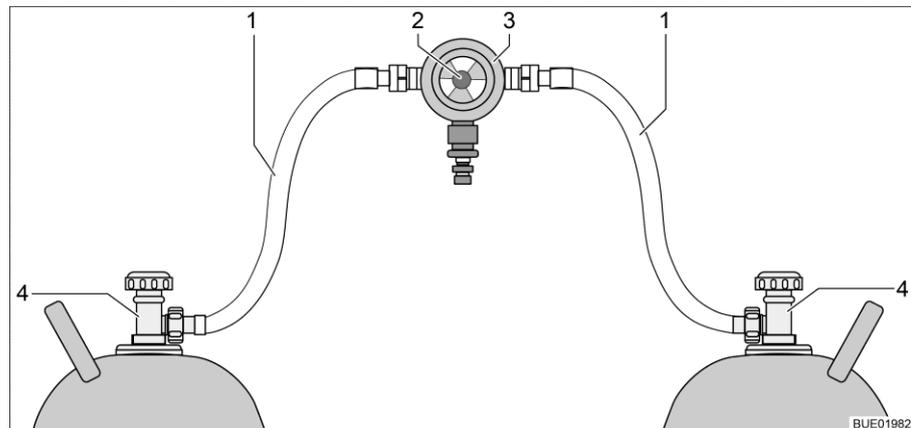
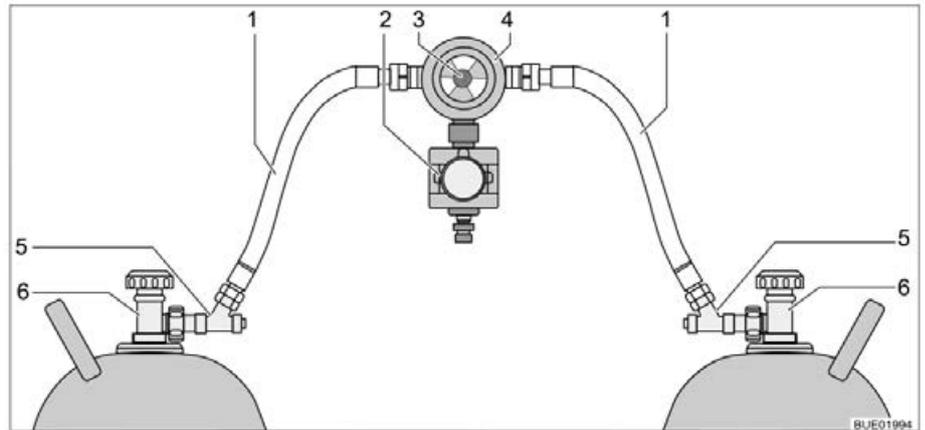

Bild 170 Gasflaschen-Umschaltanlage
Bild 171 Gasflaschen-Umschaltanlage mit CPU
Die Gasflaschen-Umschaltanlage besteht aus einem kombinierten Gasdruckregler mit Umschaltventil und Anzeige (Bild 170,3). Die Gasflaschen-Umschaltanlage ist zwischen den beiden Gasschläuchen (Bild 170,1) montiert.
Die Gasflaschen-Umschaltanlage besteht aus einem kombinierten Gasdruckregler mit Umschaltventil und Anzeige (Bild 171,4) und einem Elektroventil (Bild 171,2). Das Elektroventil sperrt bei Vollbremsung, Unfall oder ungewöhnlich großer Schräglage die Gaszufuhr zum Fahrzeug. Die Gasflaschen-Umschaltanlage ist zwischen den beiden Gasschläuchen (Bild 171,1) mit Schlauchbruchsicherungen (Bild 171,5) montiert.
Mit dem Drehknopf (Bild 170,2 bzw. Bild 171,3) an der Gasflaschen-Umschaltanlage lässt sich bestimmen, welche der Gasflaschen als Betriebsflasche und welche Gasflasche als Reserveflasche verwendet wird.
An der Bedieneinheit (Bild 172) können nur die elektrischen Funktionen geschaltet werden. Die Haupt-Absperrventile der Gasflaschen (Bild 170,4 bzw. Bild 171,6) müssen von Hand geöffnet oder geschlossen werden.
- Haupt-Absperrventile an den Gasflaschen (Bild 170,4 bzw. Bild 171,6) öffnen.
- Schlauchbruchsicherungen (Bild 171,5) nacheinander 10 Sekunden lang drücken.
- Mit dem Drehknopf (Bild 170,2 bzw. Bild 171,3) an der Umschaltanlage die Gasflasche wählen, der vorrangig das Gas entnommen werden soll (Betriebsflasche). Drehknopf immer bis zum Anschlag drehen.
- Haupt-Absperrventile an den Gasflaschen (Bild 170,4 bzw. Bild 171,6) schließen.